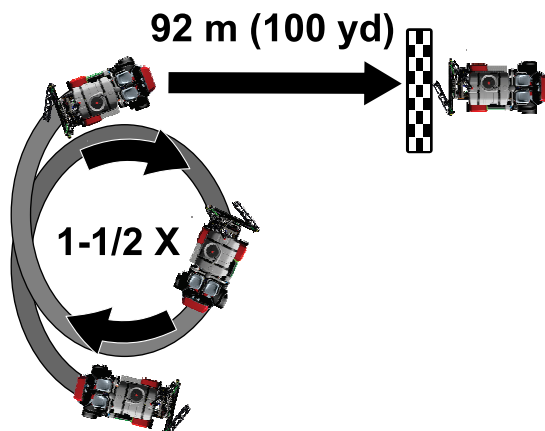

Рисунок 165
3. Сделайте на машине по полю полкруга–круг (Рисунок 165).
5. Проведите машину по прямой линии 92 метра; см. Рисунок 165.